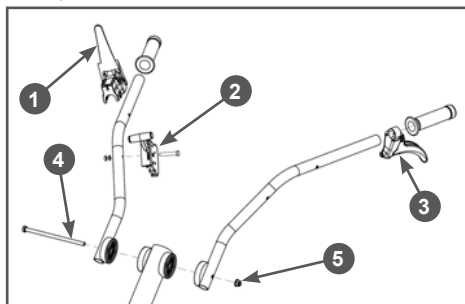

Рис. 6 Установка рукояток управления
(Рис. 6).
8. Установите рукоятки управления на стойку (Рис. 6). Совместите отверстия в рукоятках и стойке, вставьте болт 4 и закрутите гайку 5 крепления рукояток.